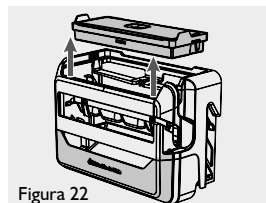

Figura 22
- Retire el tanque del Fabricador de hielo. (Figura 22).